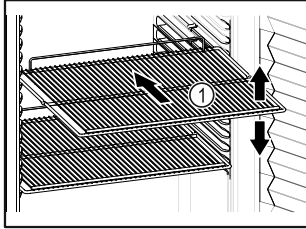

Fig. 62 Representación a modo de ejemplo
- ❑ Si los estantes Fig. 62 (1) se pueden mover, ajustarlos según la altura.